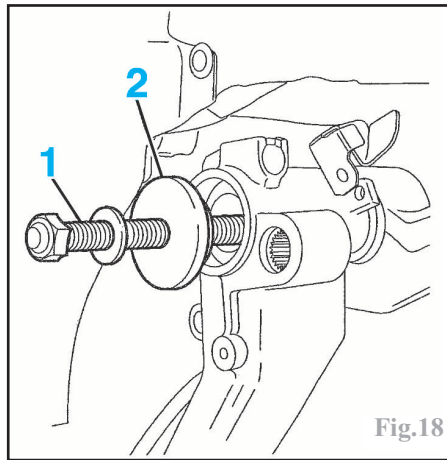

Fig.18
-engager une tige filetée (1) (Fig.18) dans la traverse d'essieu. Visser un écrou muni d'une bague d'appui (2) suffisamment épaisse côté opposé au bras de suspension déposé.